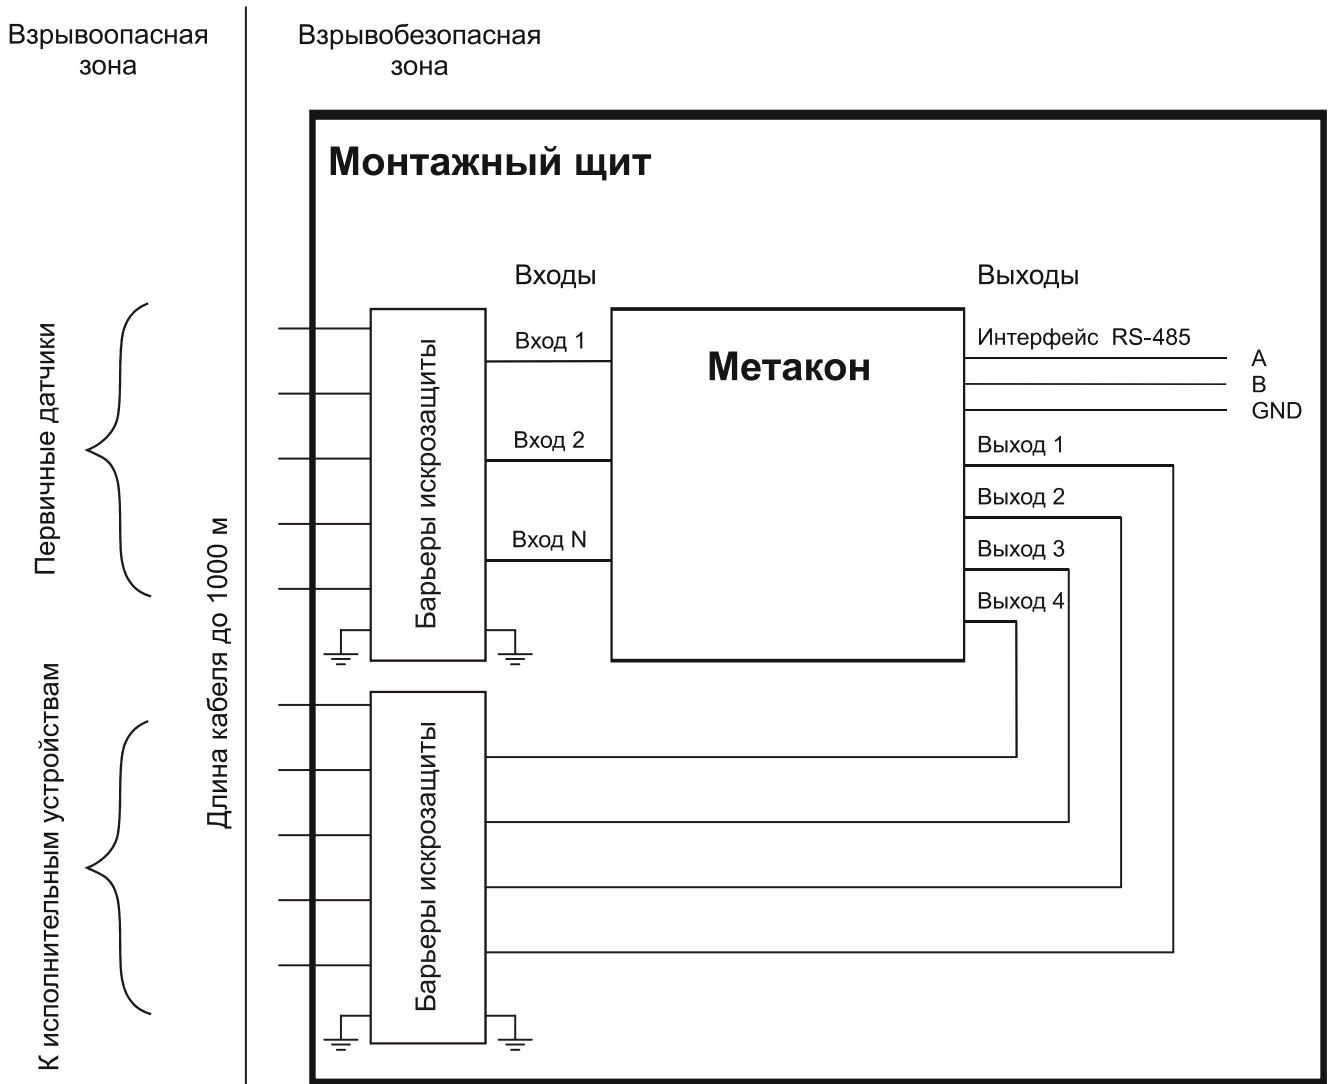

Рис. 7.1
7.4 Функциональная схема подключения барьеров искробезопасности к приборам серии **МЕТАКОН** приведена на рис.7.1.